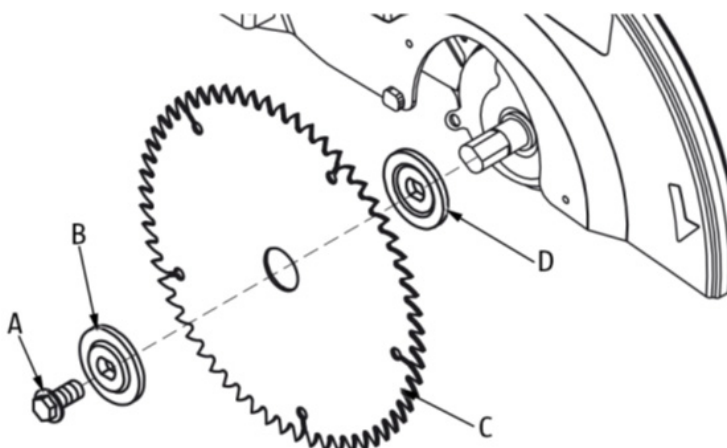

рис.4
5. Удерживая фиксатор, открутите болт А (рис. 4) крепления диска.
6. После откручивания болта А (рис.4) с левой резьбой, снимите зажимной фланец В (рис.4) и пильный диск С (рис.4). При этом опорный фланец D (рис.4) должен оставаться на месте.
7. Очистите зажимной В (рис.4) и опорный D (рис.4) фланцы от продуктов распила перед монтажом нового диска.